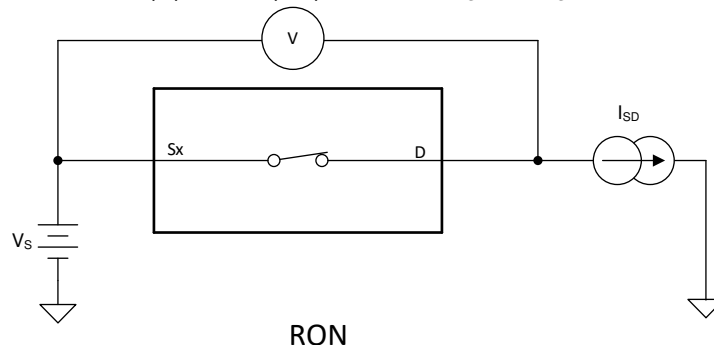

図 7-1. オン抵抗測定時の構成
デバイスのオン抵抗は、デバイスのソース ピン (Sx) とドレイン ピン (D) の間の抵抗値 (Ω) です。オン抵抗は、入力電圧と電源電圧によって変化します。オン抵抗は、記号 R_{ON} を使用して示されます。図 7-1 に、 R_{ON} の測定に使用する測定構成を示します。この構成を使用して電圧 (V) と電流 (I_{SD}) を測定し、 R_{ON} は $R_{ON} = V / I_{SD}$ で計算します。